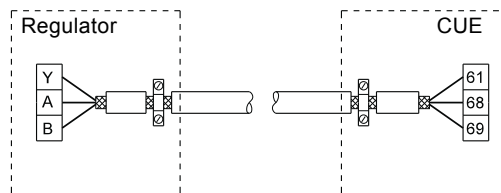
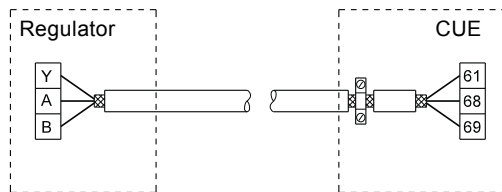

Fig. 22 Eksempel på tilslutning af et 3-leder-buskabel hvor skærmen er tilsluttet i begge ender
Fig. 23 Eksempel på tilslutning af et 3-leder-buskabel hvor skærmen er tilsluttet ved CUE (styring uden kabelbøjler)
- Forbind skærmen til stel i begge ender ved både motor- og signalkabler. Se fig. 22. Hvis styringen ikke har kabelbøjler, skal skærmen kun forbindes til CUE. Se fig. 23.